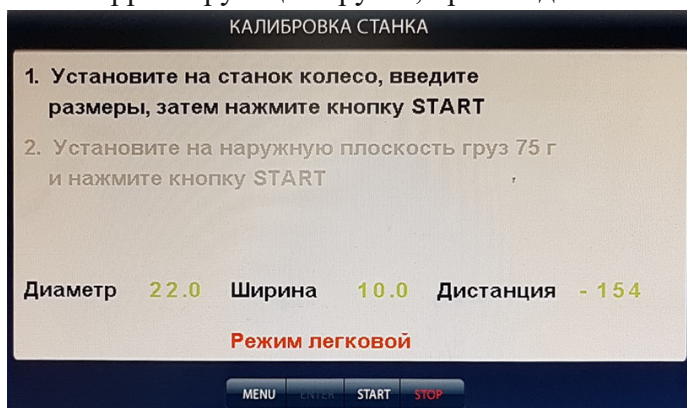

Рис. 18.1.
18.2. Установите требуемый режим балансировки (1 или 2) и войдите в программу калибровки, нажав кнопку МЕНЮ, в открывшемся окне Меню выберите пункт 4 «Калибровка». Выберите пункт 1. Откроется окно КАЛИБРОВКА СТАНКА (рис.18.1).
18.5. Запустите СБ, нажав кнопку START. В режиме 1 после первого цикла в окне рис.18.1 высветится второй пункт "Установите на наружную плоскость груз 75 г и нажмите кнопку START", в режиме 2 "Установите на наружную плоскость груз 300 г и нажмите кнопку START",